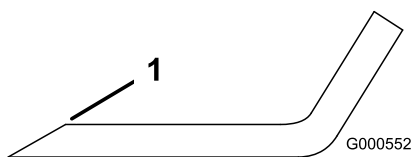

Figure 117
1. Au moyen d'une lime, aiguisiez les tranchants aux deux extrémités de la lame (Figure 117).
Remarque: Si la lame est déséquilibrée, limez un peu l'extrémité de l'ailette seulement (Figure 117).